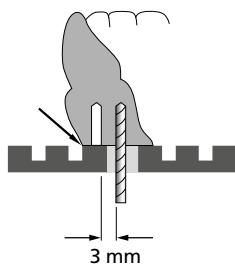

Fig. 6.2
- ⇒ Desplace la corona de dientes hasta el borde exterior de la primera marca de anillo (fig. 6.2).